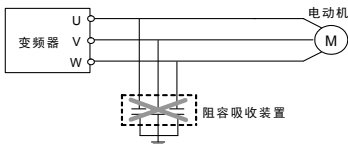

图 3-1 输出端禁止连接阻容吸收装置
- 变频器 U、V、W 输出端不可加装吸收电容或其它阻容吸收装置, 如图 3-1 所示。